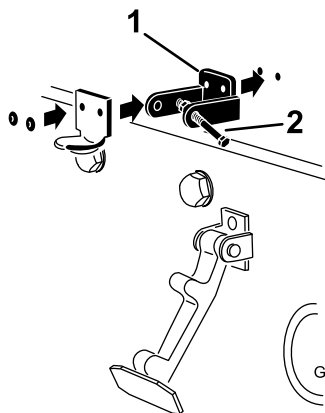

Bild 6
4. Fluchten Sie die Befestigungslöcher aus und positionieren gleichzeitig die Halterung des Riegels und des Motorhaubenriegels auf der Motorhaube (Bild 6).
6. Nieten Sie die Halterungen und Scheiben an die Haube (Bild 6).